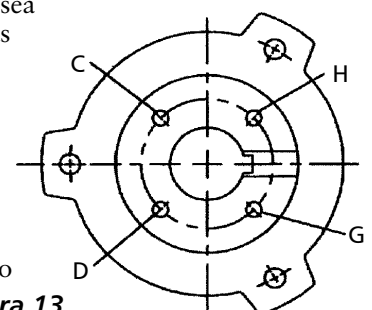

Figura 13
NOTA: El eje se puede ajustar hacia arriba o hacia abajo por medio de la tuerca de ajuste (604) Figura 13.
NOTA: Hay cinco orificios en la tuerca de ajuste y solo cuatro en el acoplamiento del motor. Ver Figura 13.
2. Alinee el orificio "A" en la tuerca de ajuste (604) y el orificio "C" en el acoplamiento del motor eléctrico (Ver Figura 13) o cualquier orificio similar que esté en una posición parecida. Si trabaja con cuidado, esto le dará un huelgo inicial del impulsor entre 0.001" y 0.003" dependiendo el tamaño del eje o del paso de las roscas.